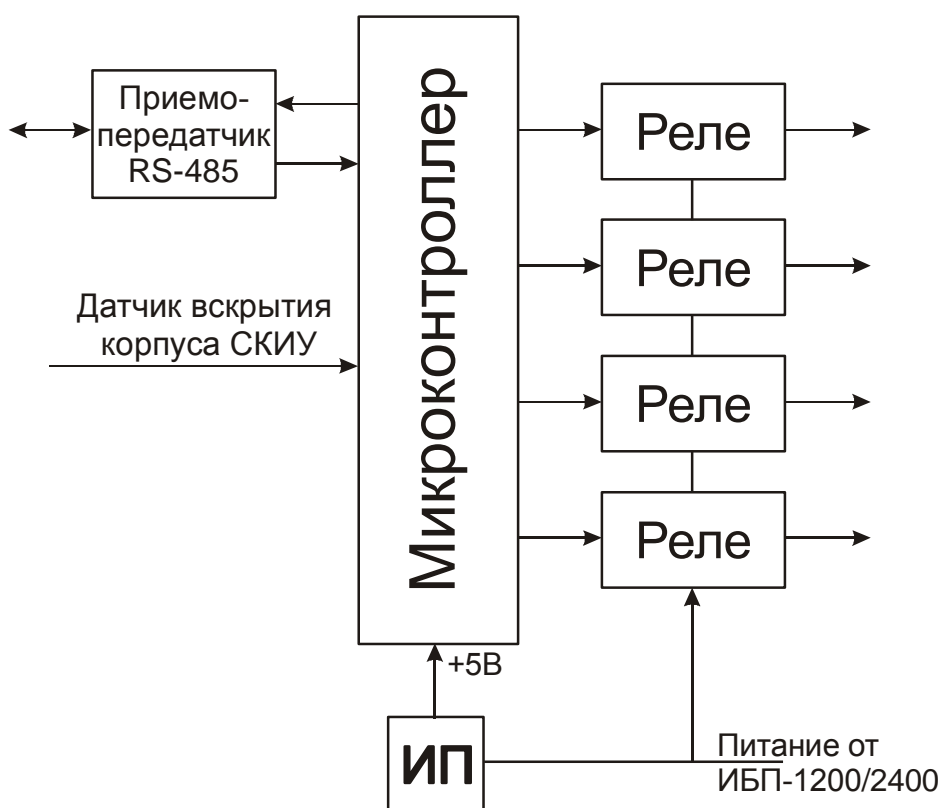

Рис. 1 Электрическая структурная схема СКИУ
4.1. На Рис. 1 приведена электрическая структурная схема СКИУ.